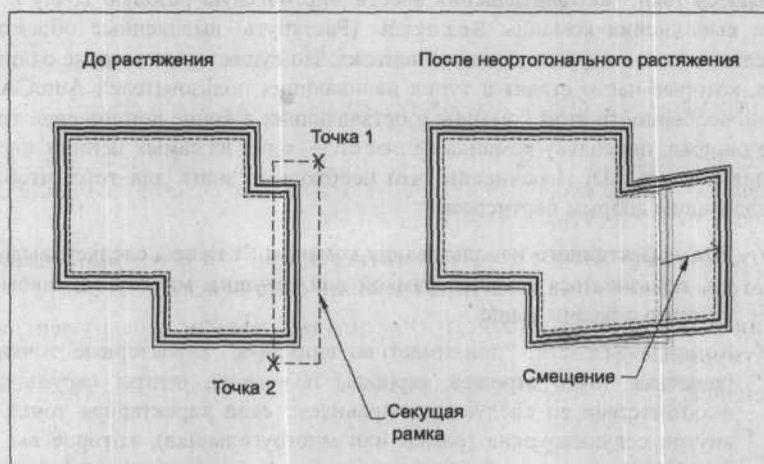

Рис. 7.7. Используйте команду **Stretch** при включенном режиме ортогональных построений, иначе объект будет искажен
- ✓ Обычно с командой **Stretch** легче работать, если включен режим ортогональных построений (когда в строке состояния кнопка **ОРТНО** выглядит “утопленной”) или полярного отслеживания. Иначе вы рискуете ошибиться, переместив объекты в причудливом направлении. Пример такой ошибки приведен на рис. 7.7.